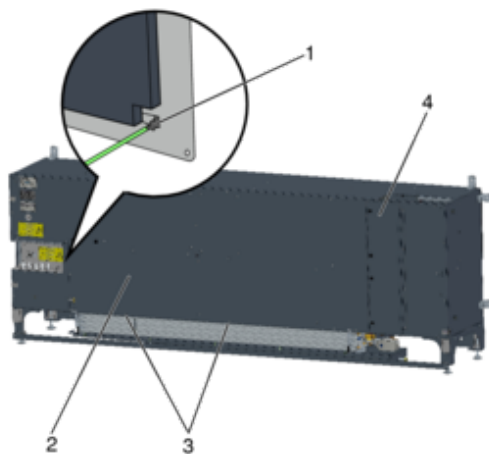

Abb. 41: Gerätedeckel montieren
1. ▶ Schutzleiter (Abb. 41 /1) am Gerätedeckel (Abb. 41 /2) anbringen und den Deckel am Lüftungsgerät aufsetzen. Den Gerätedeckel mit den Kreuzschlitzschrauben (Abb. 41 /3) verschrauben.
2. ▶ Abluftfilter (Abb. 41 /5) einsetzen (Abb. 41 /4) und Deckel vom Außenluftfilter montieren Abb. 41 .